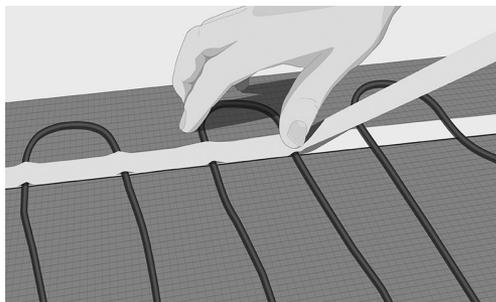

Fig. 12. Fixer le câble avec du ruban de masquage
10. Veiller à ce que le câble soit bien fixé et reste en place. En cas d'utilisation de ruban de masquage, l'appliquer avec soin et serrer autour du câble et vers le bas sur le ruban double face sur le sol (Fig. 12).